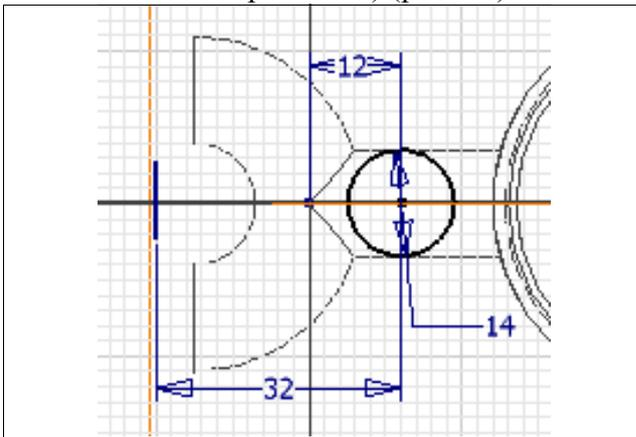

Рис. 25. Эскиз на второй вспомогательной плоскости.
11. На данной плоскости создайте новый эскиз. Постройте отрезок и окружность, нанесите соответствующие размеры (рис. 25). **Внимание!** Так как корпус крепится к столешнице, необходимо учесть ее толщину. Размер до отрезка определяет зазор крепления.